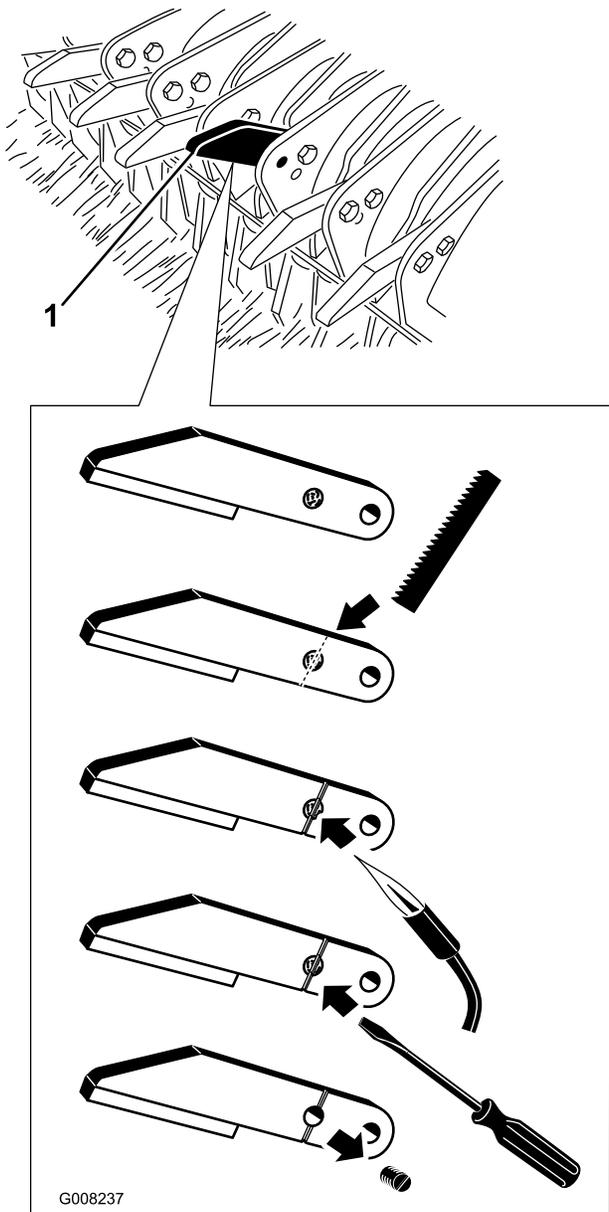

図 38
1. チョッパー・チップをブレードに固定している、折れていない方のボルトを外す（図 38）。チョッパー・チップをブレードから外す。
- 金ノコを使って、折れたボルトの端に、チョッパー・チップごと切り込みを入れる（図 38）。この切り込みは、マイナスドライバの刃先が入るようにしっかりと作ること。
- 切り込みができたら、折れたボルトをトーチで熱して、ついているロクタイトを柔らかくする（図 38）。
- ロクタイトが柔らかくなったら、ドライバでボルトを抜き取る（図 38）。